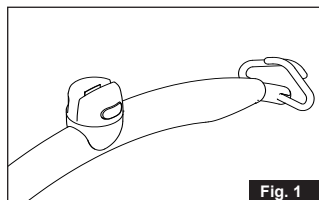

Fig. 1
1. Tenez le cintre de levage dans la main droite et appuyez sur le bouton jaune avec le pouce, comme indiqué (Fig. 1).